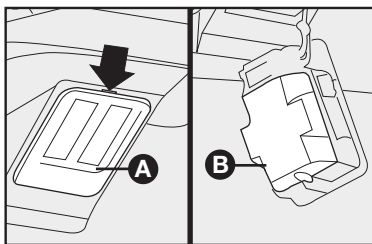

fig. 73
- saque la lente transparente **fig. 73**, haciendo palanca con un destornillador en el punto indicado por la flecha;